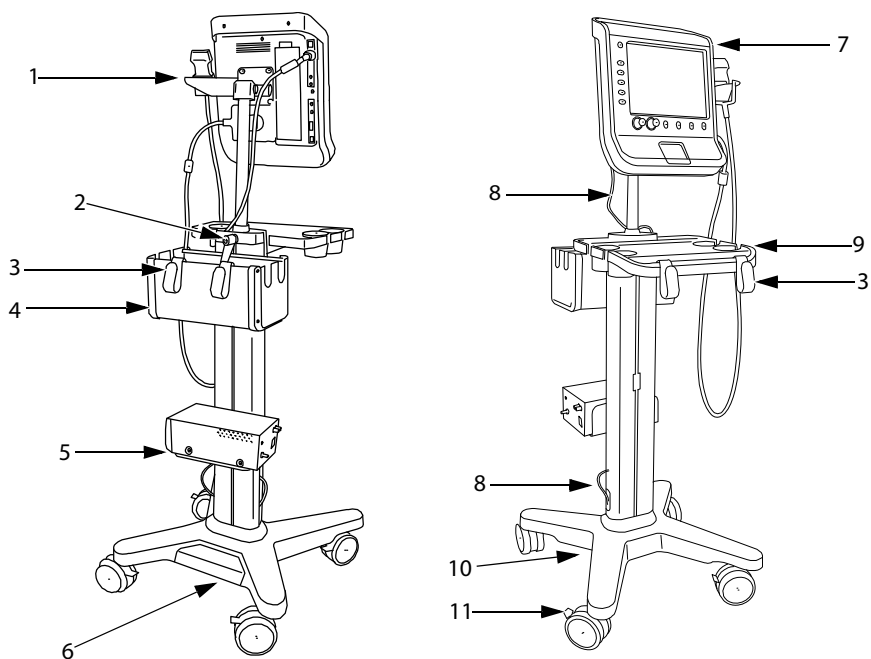

Figura 1 Base S Series: Vistas delantera y trasera (con impresora opcional, cesta y bandeja)
- ❖ Conecte los cables siguientes. Consulte la Figura 1 on page 3.
- Cable de alimentación de CC (A)
- Cable de alimentación de CA del sistema (K)